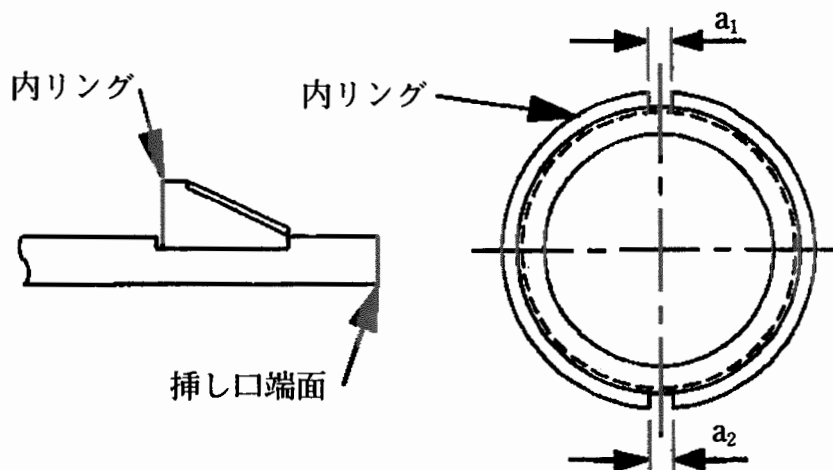

図25 内リングの位置
- (2) 2つ割された内リングを図25に示す方向で挿し口溝に入れるとともに、挿し口端面側に寄せる。
呼び径250~450の場合は、図25の状態の内リング切断面の間隔(a_1 、 a_2)を測定、記録する。
呼び径250~450の場合は、図25の状態から外リングを手で締め付けていき、ねじのかみ具合を確認する。手で廻らなくなるまで締め付け、プラスチックハンマで外リングを軽くたたき、ねじのかみ具合を確認する。